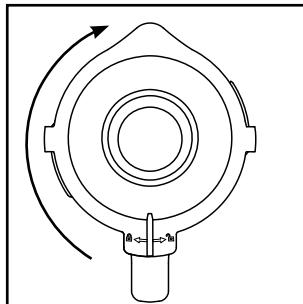

Fig. 2
4) Appuyez à nouveau fermement le couvercle ② sur le bol mixeur ③ de manière décalée. Refermez le couvercle ② en le tournant dans le sens horaire jusqu'à ce qu'il encrante audiblement en position (voir fig. 2). Veillez à ce que le bec verseur du bol mixeur ③ soit fermé. Le moteur ne peut démarrer que si le couvercle ② est posé de manière alignée.